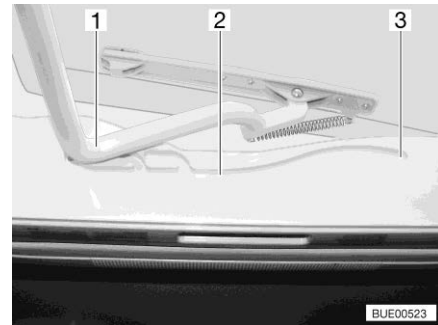

Fig. 120 Glissière (lanterneau Heki)
- Tirer l'étrier (Fig. 120,1) dans les glissières (Fig. 120,2) jusqu'à la position la plus reculée (Fig. 120,3).
- Pousser l'étrier (Fig. 120,1) légèrement vers le haut avec les deux mains.
- Tirer l'étrier dans les glissières (Fig. 120,2) jusqu'à la position souhaitée.